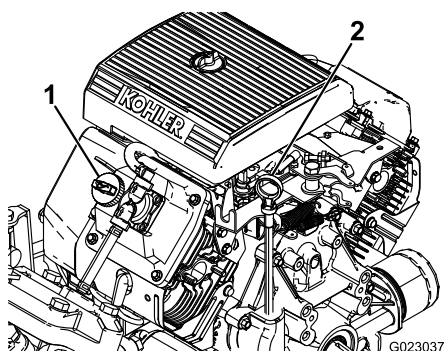

Bild 37
2. Nehmen Sie den Peilstab heraus und wischen Sie ihn mit einem sauberen Lappen ab (Bild 37). Stecken Sie den Peilstab in das Rohr und stellen Sie sicher, dass er vollständig eingeführt ist. Nehmen Sie den Peilstab heraus und prüfen Sie den Ölstand.
3. Wenn der Ölstand niedrig ist, nehmen Sie den Fülldeckel von der Ventilabdeckung ab (Bild 37) und füllen Sie Öl auf, bis der Ölstand die VOLL-Markierung am Peilstab erreicht. Gießen Sie Öl langsam ein und prüfen Sie den Ölstand häufig während des Füllens. Nicht überfüllen.
8. Gießen Sie ungefähr 80 % der angegebenen Ölmenge langsam in den Öleinfüllstutzen (Bild 37).